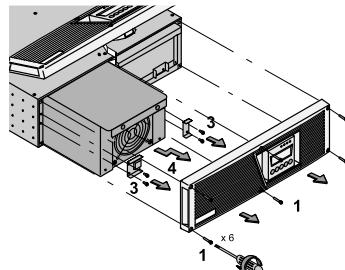

Рисунок 39. Извлечение силового модуля
- Снимите переднюю крышку ИБП (шесть винтов). См. Рисунок 39.